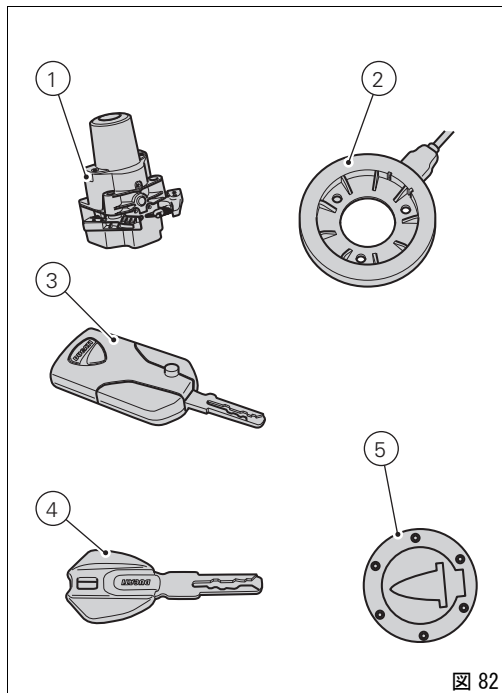

図 82
Key on はハンドルの右スイッチボタン (6) 上か Hands free ブロック (1、図 82) 上の緊急ボタン (7) で行ないます。
key off はハンドルの右スイッチボタン (6) か Hands free ブロック (1、図 82) 上のボタン (7) で行ないます。
Key on は (3、図 82) か (4、図 82) のどちらか一つのキーもしくは暗証番号で可能です。
Key off は (3、図 82) か (4、図 82) のキーがなくても可能です。